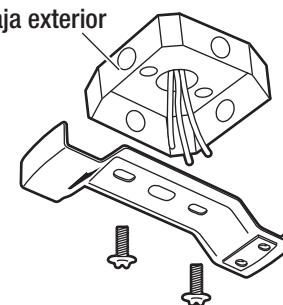

Figura 4
- Asegura la barra de soporte a la caja de salida del techo como se muestra en la Figura 4 usando dos tornillos y arandelas (no suministrados). Asegúrese de que la barra de soporte esté nivelada. Puede necesitar insertar arandelas adicionales (no suministradas) entre la caja de salida y la barra de soporte para nivelar.